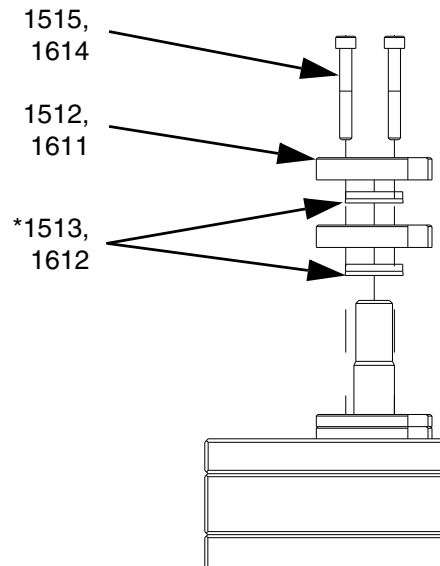

図 26: シールの場所
12. 新しいシール (1612) を取り付けます。図 26 および図 27 を参照してください。
12. 新しいシール (1513) を取り付けます。図 26 および図 27 を参照してください。